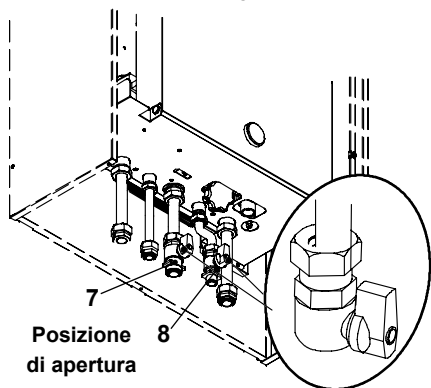

Figura 6.1
- Aprire il rubinetto del contatore gas e quello della caldaia 7 in Figura 6.1.
- Aprire il rubinetto 8 in Figura 6.1.
- Aprire il rubinetto gas 7 in Figura 6.1